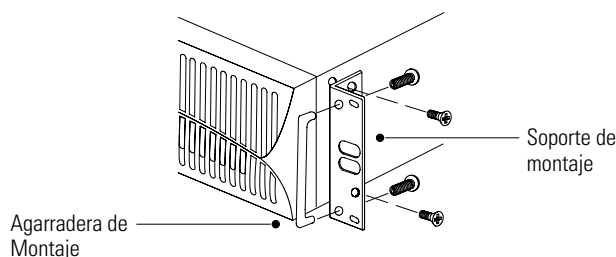

Figura 4. Instalación de los soportes de montaje
2. Sujete las agarraderas de montaje suministradas a los soportes de montaje y asegure con los tornillos suministrados (consulte la Figura 4).
3. Alinee los soportes de montaje con los agujeros de tornillo en el lado del SIE y asegure con los tornillos incluidos (consulte la Figura 4).